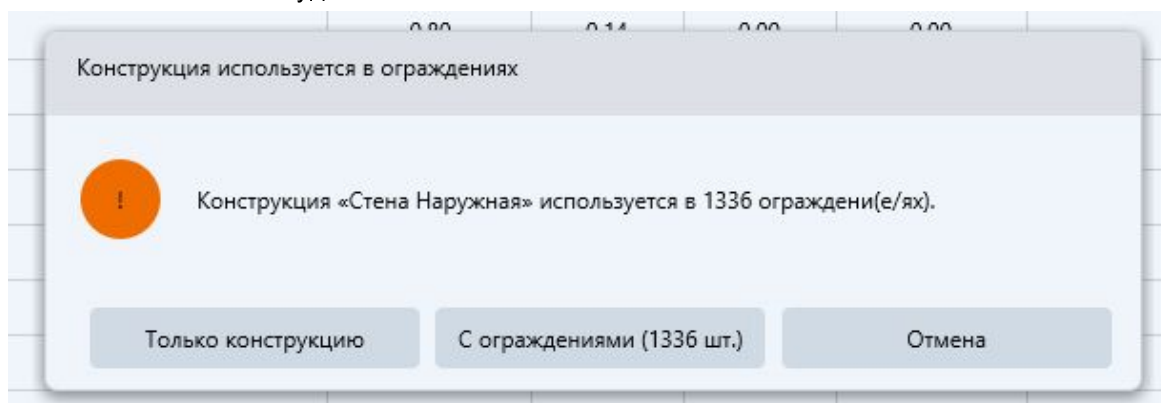

рис. 3. Удаление конструкции, используемой в ограждениях
- **Удаление** — пункт «Удалить выбранную» в меню «Удалить □». Если конструкция ещё не используется, строка удаляется сразу. Если она уже применена в помещениях, программа спрашивает, что удалить (рис. 3):